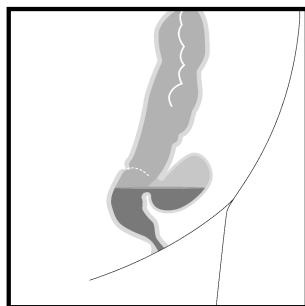

Fig. 1
3. Procéder à la mesure visuelle de la cavité lésionnelle (longueur et diamètre) à l'aide de l'endoscope, afin de déterminer la longueur et le diamètre de l'éponge. Les dimensions de l'éponge doivent être définies de manière à ce qu'elle soit logée exclusivement dans la cavité lésionnelle, sans contact avec les muqueuses intactes. Une fois les mesures prises, retirer l'endoscope (Fig. 1).